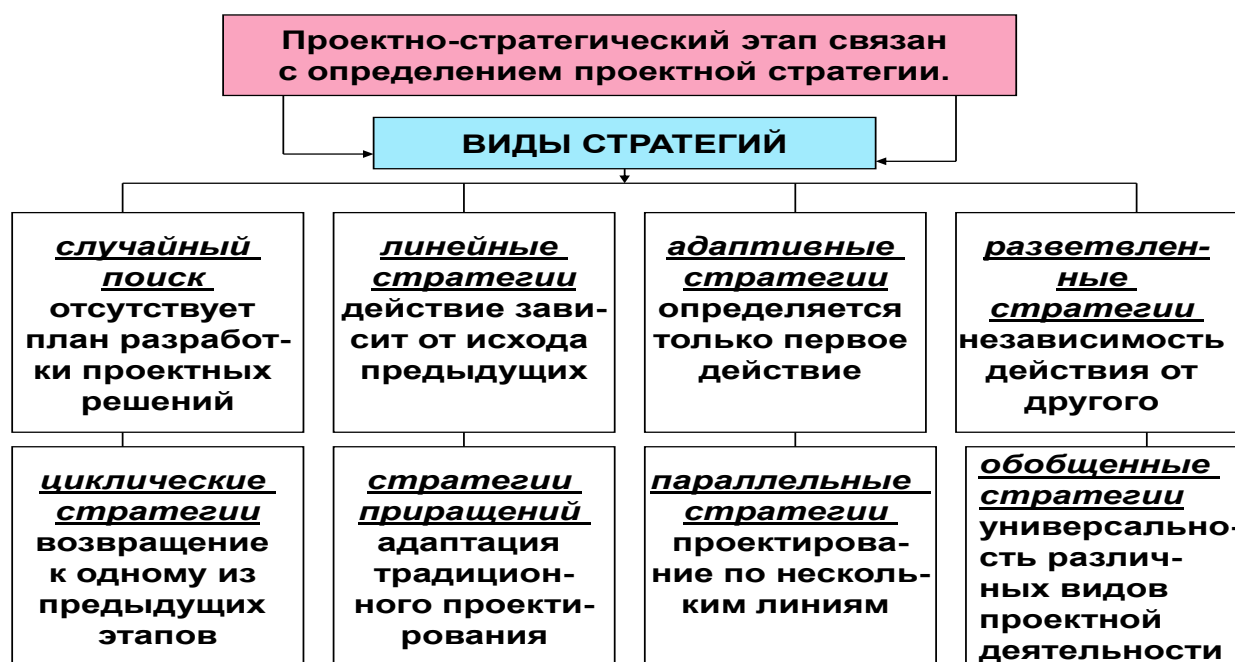

Рис. 23. Виды стратегий при разработке проекта
**Десятый этап (проектно-стратегический)** - связан с определением проектной стратегии (см. рис. 23).